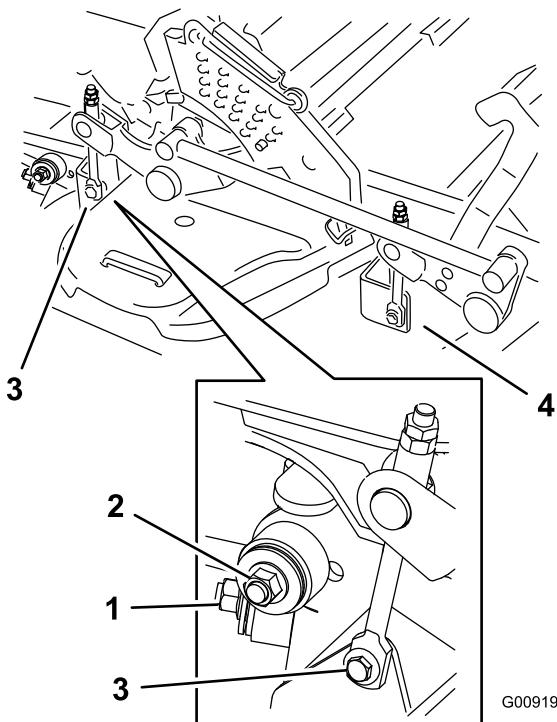

Figure 100
7. Enlevez et mettez de côté les fixations des deux côtés du tablier, comme montré à la Figure 100.